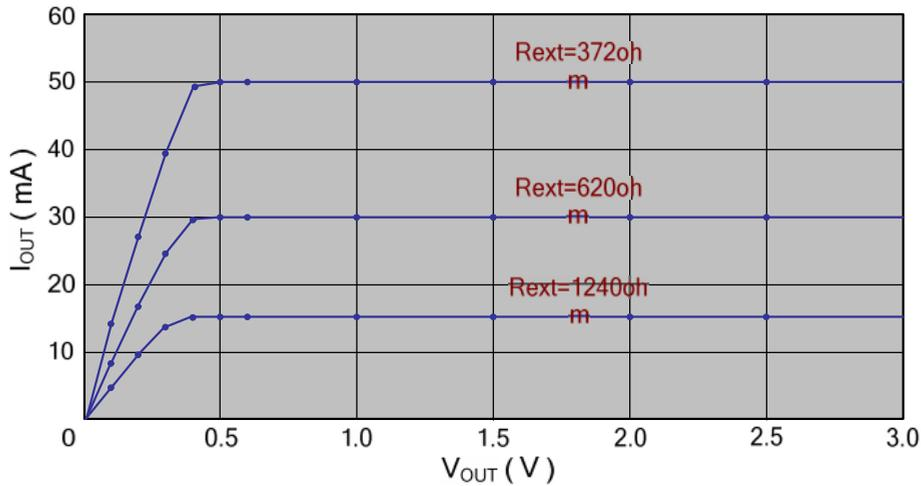

图 1 输出电流 I_{OUT} 与输出电压 V_{OUT} 的关系
(1) 片内各通道之间最大电流差异小于±3%，片与片之间最大电流差异小于±6%。
(2) 恒定的输出电流如图 1 所示，输出电流的稳定性不受负载端 LED 电压 (V_F) 变化的影响。